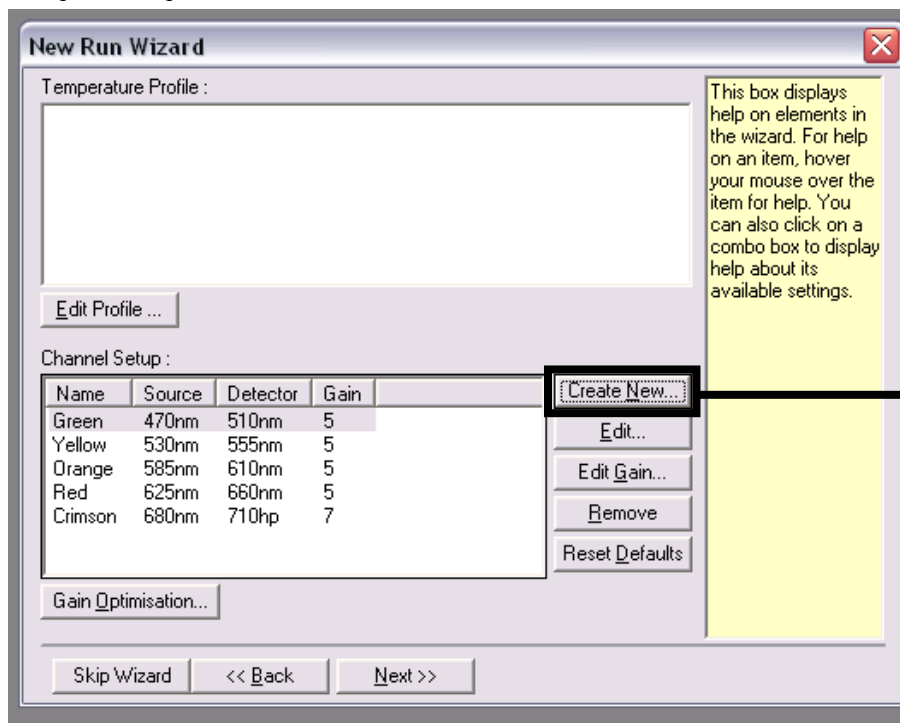
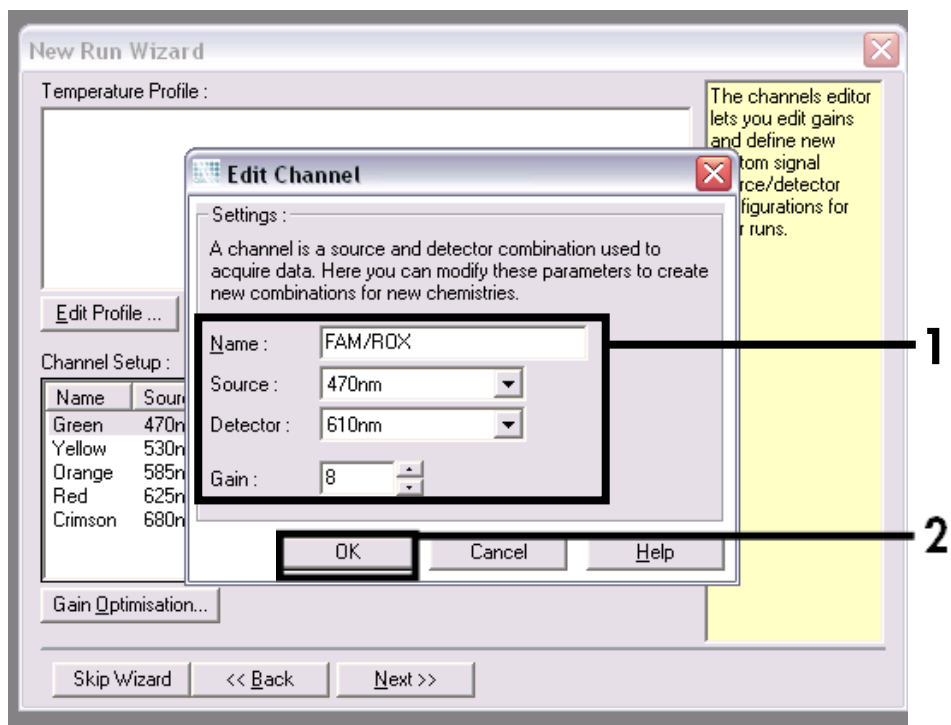

Figura 4. Creazione di nuovi canali.
Figura 5. Creazione del nuovo canale "FAM/ROX".
Creazione di nuovi canali	Figura 4 - Figura 7
9. Cliccare sul pulsante “Create New” (Crea nuovo) nella successiva finestra di dialogo “New Run Wizard” (Figura 4) e programmare 2 ulteriori canali, come illustrato nelle Figura 5 - Figura 7.